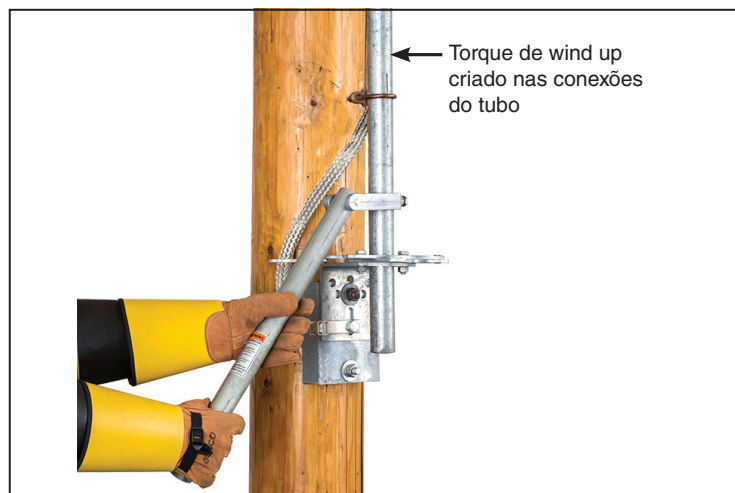

Figura 38. Verificação do torque *wind up*.
- (d) Leve a alavanca para a posição de parada de **Fechamento**. Pode ser necessária a aplicação de uma força significativa para o encaixe da alavanca na posição fechada. A alavanca deve ser pressionada de forma firme contra o lado esquerdo da placa de parada da posição fechada. Esta pressão deve manter o torque no tubo, criando o torque *wind up* desejado. Movimente a alavanca até a posição **Aberta** para verificar se ela se encaixa na placa de parada da posição aberta. Ver Figura 38.